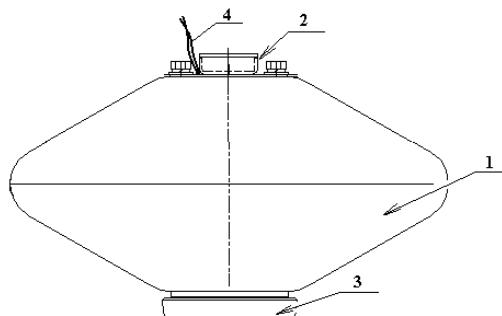
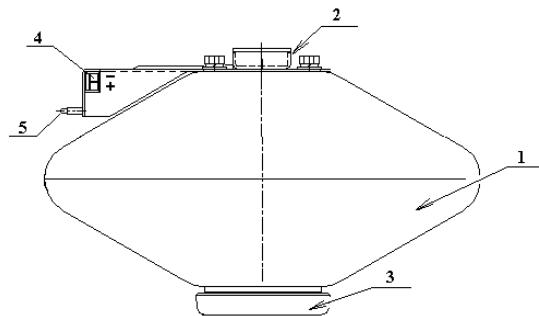

Рис. 1 – Конструкция МПП «Гарант-5» исп. 1
Рис. 2 – Конструкция МПП «Гарант-5» исп. 2
3.1 Модуль «Гарант-5» конструктивно исполняется в двух вариантах: исп. 1 и исп. 2 (см. рис. 1 и рис. 2, соответственно)²⁾.
МПП «Гарант-5» исп. 2 предназначен для использования только с прибором приёмно-контрольным пожарным и управления (ППКПУ) серии «УУРС» версии ПО № 2. При этом обеспечивается автоматический контроль и индикация (поз. 5 рис. 2) исправности (отсутствие обрыва и короткого замыкания) цепи запуска данного МПП.
5.6 При использовании МПП «Гарант-5» исп. 2 совместно с ППКПУ серии «УУРС» вер. 2 расположить светодиод индикации исправности цепи запуска модуля (поз. 5 рис. 2) с учётом удобства обзора снизу.